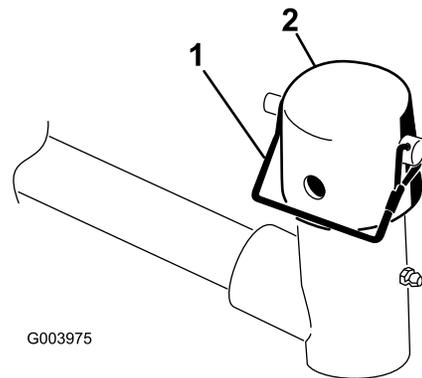

Figura 7
7. Retire o pino de encaixe e tampa da forquilha da articulação do braço de elevação (Figura 7).
11. Prenda a tampa e o veio da estrutura de suporte à forquilha do braço de elevação com o pino de encaixe. Utilize a ranhura se pretender direcionar a unidade de corte ou utilize o orifício se pretender bloquear a unidade de corte na posição (Figura 7).